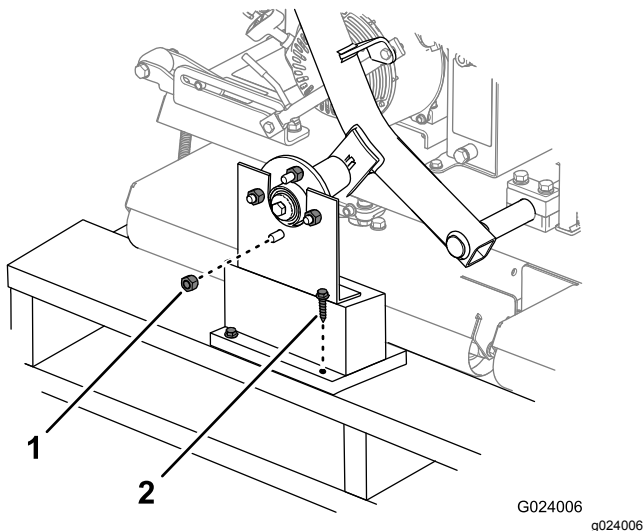

図 3
- ホイールハブを出荷用ブラケットに固定しているラグナットを取り外す 図 3。同じく、各ホイールハブのスタッドにねじ込んであるナットも外す。